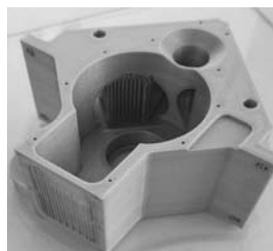

Рис. 3. Печать кривошипно-шатунного корпуса
4. Текстуры. Эта часть подготовки напрямую влияет на реалистичность объекта печати. Правильное текстурирование позволяет добиться нужного эффекта (рис. 3).